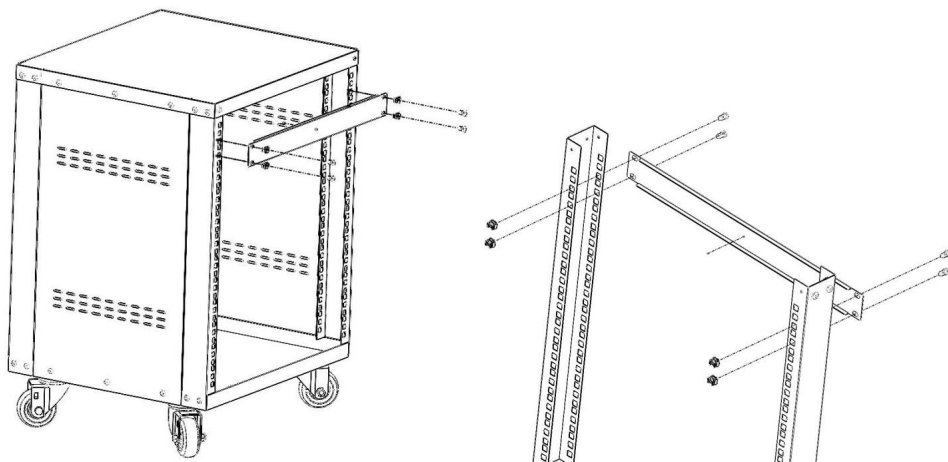

Figura 5
5. Posizionare il pannello cieco 1U sul rack. Fissare con i 4 dadi a gabbia M6 e le 4 viti a testa a croce M6*12. Vedere Figura 5.